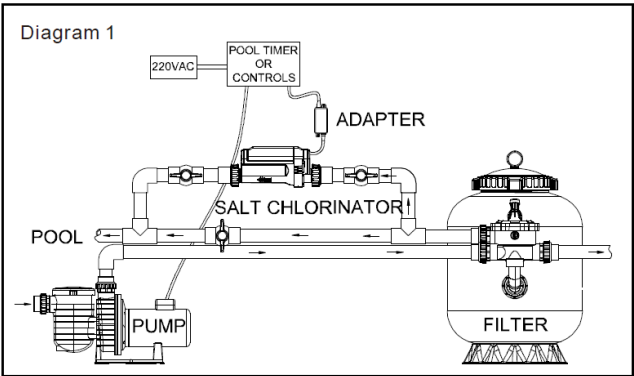

Figura 1 - installazione
4. Il generatore deve essere installato sul by pass della tubazione, prima che la tubazione ritorni alla piscina per il processo di trattamento dell'acqua. Una valvola regolabile deve essere installata sulla tubazione principale (come raffigurato in Figura 1 e figura 2).